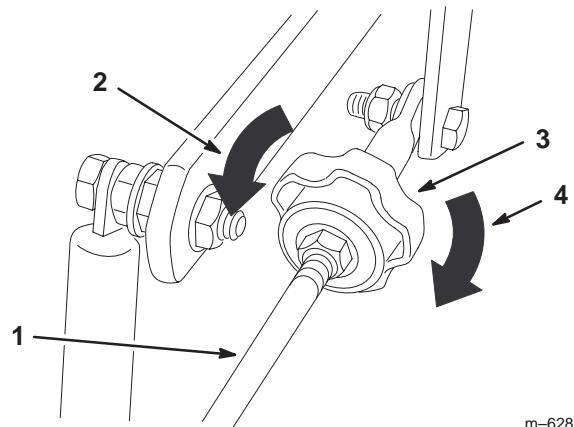

Bild 57
4. Wenn die Maschine nach rechts gehen soll, drehen Sie das Handrad zur rechten Seite der Maschine. Siehe Bild 57.
5. Wenn die Maschine nach links gehen soll, drehen Sie das Handrad zur linken Seite der Maschine. Siehe Bild 57.